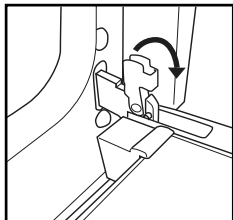

Рис. 1
2. Поднимите фиксаторы и нажмите на них до упора (рис. 1).